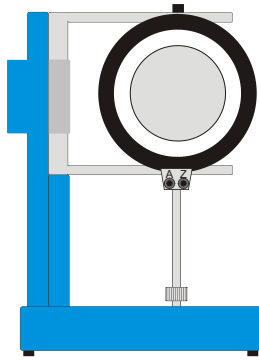

Fig. 2 Inserire la bobina
- Collocare il tubo a 90° rispetto alla sua normale posizione sul supporto per tubo (vedi fig. 2).